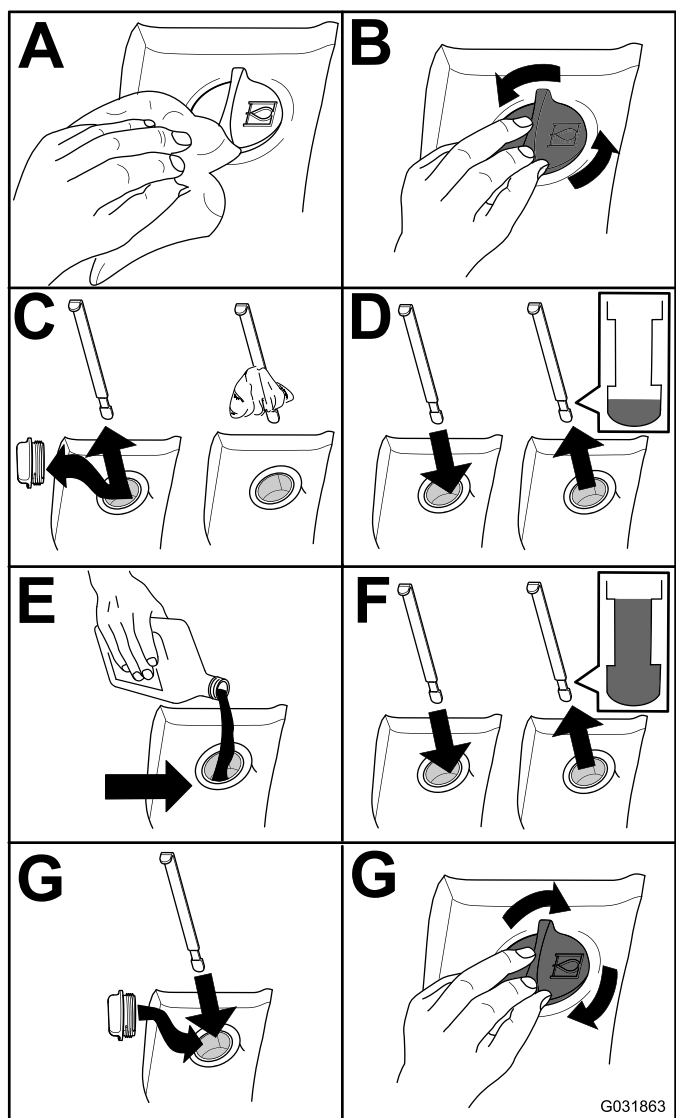

Figura 115
2. Compruebe el nivel de fluido hidráulico (Figura 115).